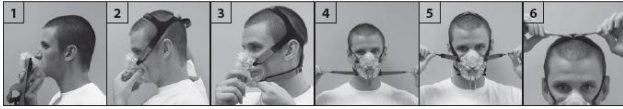

図 1. 使用手順
1. マスクを患者の鼻と口にかぶせる(図 1-①)。顎はマスクのカップ部分にフィットし、マスクの上部が鼻梁のシール領域に収まるようにする。
2. ヘッドギアのストラップクリップを 1 つ外して、ヘッドギアを患者の頭上にスライドさせる(図 1-②)。ヘッドギアを取り付けた後、ヘッドギアのストラップクリップを再接続する(図 1-③)。下のストラップは耳の下に、上のストラップは耳の上と目の下に配置する必要がある。
3. ヘッドギアのストラップを調整するには、ストラップのエンドフックセクションを顔から少し引き離し、マスクがぴったりと快適な状態で 4 つのストラップすべてに張力が均等に分散されるようにする(図 1-④&⑤)。ストラップのクリップは、ストラップの位置をロックして保持する。ストラップを緩めるには、クリップの後ろを引き上げる。フックの端をヘッドギアに取り付けて、端が邪魔にならないようにする。頭頂部のストラップを反対方向に引っ張って調整し止める(図 1-⑥)。